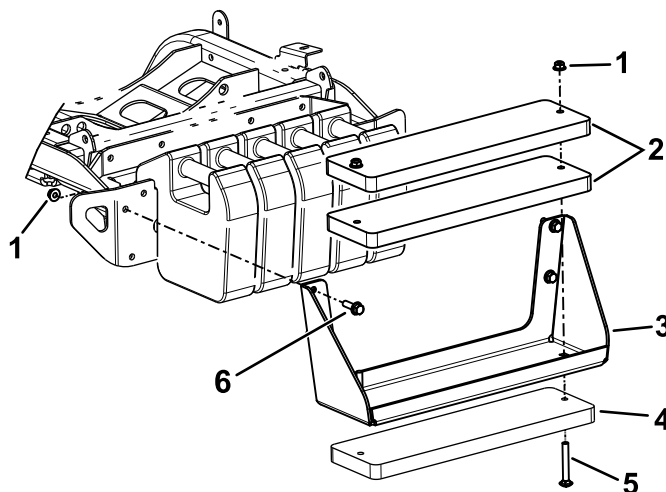

Figure 22
**Remarque:** Voir la procédure sous Figure 22.
- A. Fixez les 3 masses sur le support à l'aide des boulons ( $\frac{3}{8}$  x 4 po) et écrous ( $\frac{3}{8}$  po) (Figure 22).
- B. Utilisez les boulons à tête hexagonale et les écrous (inclus dans le kit) pour fixer le support de masses sur la machine (Figure 22).
- A. Déposez le support de masses de la machine (Figure 22).
- C. Fixez les 3 masses sur le support à l'aide des boulons ( $\frac{3}{8}$  x 4 po) et écrous ( $\frac{3}{8}$  po) (Figure 22).
- D. Utilisez les fixations retirées précédemment pour fixer le support de masses sur la machine (Figure 22).